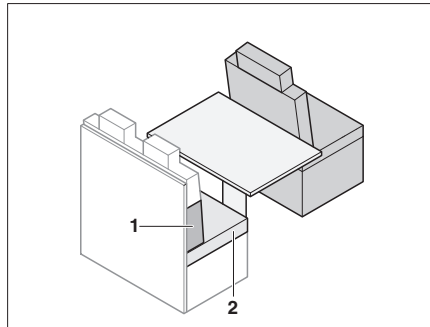

Fig. 183 Antes de la transformación
- Quitar el cojín del asiento (Fig. 183,2).
- Poner el cojín del respaldo (Fig. 183,1) entre el cojín del asiento y la pared dorsal. Tener en cuenta la forma de cuña.